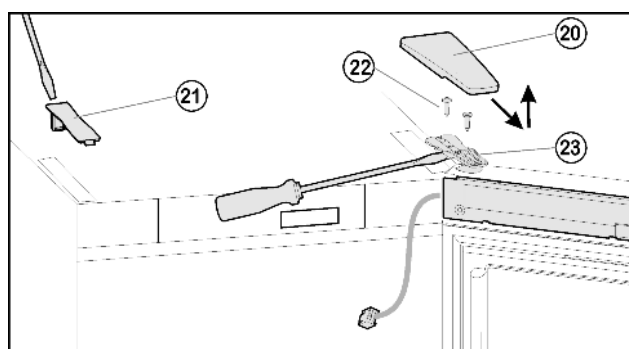
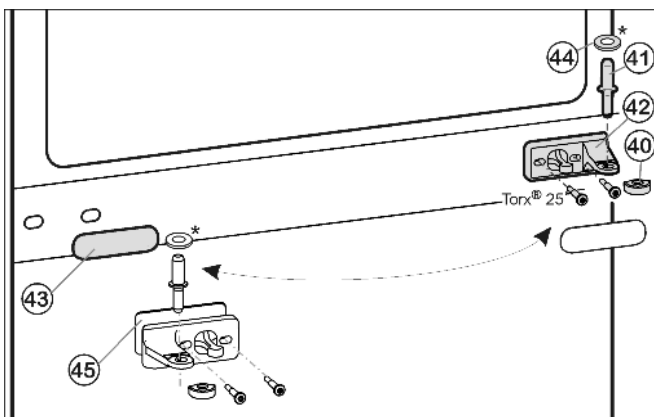
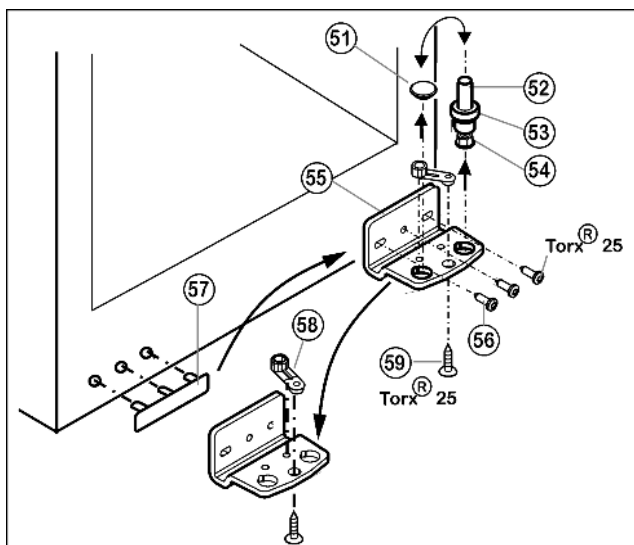

Fig. 6
Fig. 7
Fig. 8
- ▶ Kryt Fig. 6 (20) stáhněte dopředu a nahoru
- ▶ Kryt Fig. 6 (21) zvedněte.
- ▶ Šrouby Fig. 6 (22) úplně vyšroubujte.
- ▶ Dveře včetně stojanu ložiska Fig. 6 (23) a kabelu vytáhněte nahoru. Pro povolení příp. opatrně vypáčíte plochým šroubovákem pod stojanem ložiska.
- ▶ Prostřední ložiskový čep Fig. 7 (41) vytáhněte ze stojanu ložiska a spodních dveří.
- ▶ Plastovou čepičku Fig. 7 (40) stáhněte.
- ▶ Stojan ložiska uprostřed Fig. 7 (42) odšroubujte (2 krát Torx® 25).
- ▶ Krytku Fig. 7 (43) opatrně stáhněte.
- ▶ Prostřední stojan ložiska Fig. 7 (42) s podložkou Fig. 7 (45) přišroubujte otočený o 180° na novou stranu závěsu (s 4 Nm).
- ▶ Krytku Fig. 7 (43) otočenou o 180° zasuňte na nové straně madla.
- ▶ Ložiskový čep Fig. 8 (52) včetně podložky Fig. 8 (53) a seřizovací nožky Fig. 8 (54) vytáhněte nahoru.
- ▶ Zátku Fig. 8 (51) odstraňte.
- ▶ Stojan ložiska Fig. 8 (55) odšroubujte Fig. 8 (56).
- ▶ Ložiskový díl Fig. 8 (58) odšroubujte Fig. 8 (59) a přemístěte jej do protilehlého upínacího otvoru stojanu ložiska, pak ho znovu pevně přišroubujte.
- ▶ Krytku na straně madla Fig. 8 (57) opatrně vytáhněte a přemístěte na druhou stranu.
- ▶ Stojan ložiska Fig. 8 (55) na nové straně závěsu zase přišroubujte příp. pomocí akumulátorového šroubováku (momentem 4 Nm).
- ▶ Zátku Fig. 8 (51) zase vložte do druhé díry.
- ▶ Ložiskový čep Fig. 8 (52) včetně podložky a seřizovací nožky zase nasadte. Přitom dávejte pozor, aby zajišťovací vačka směřovala dozadu.
- ▶ Dveře nasadte shora na ložiskový čep Fig. 8 (52).
- ▶ Plastovou krytku Fig. 7 (40) nasadte zase na prostřední stojan ložiska Fig. 7 (42).
- ▶ Prostřední ložiskový čep Fig. 7 (41) vložte do spodku dveří přes prostřední stojan ložiska Fig. 7 (42).
- ▶ Horní dveře nasad'te na prostřední ložiskový čep Fig. 7 (41) dveře zavřete a horní stojan ložiska Fig. 6 (23) nasad'te tak, aby zapadl do horní strany přístroje.
- ▶ Stojan ložiska Fig. 6 (23) **přišroubujte s min. 4 Nm**. Díry pro šrouby případně předem propíchněte nebo použijte akumulátorový šroubovák.
- ▶ Kryt Fig. 6 (20) a kryt Fig. 6 (21) zatlačte.
- ▶ Dveře případně pomocí obou podélných děr ve spodním stojanu ložiska Fig. 8 (55) a v prostředním stojanu ložiska Fig. 7 (42) vyrovnějte tak, aby lícovaly. Vyšroubujte prostřední šroub na stojanu ložiska dole Fig. 8 (55).